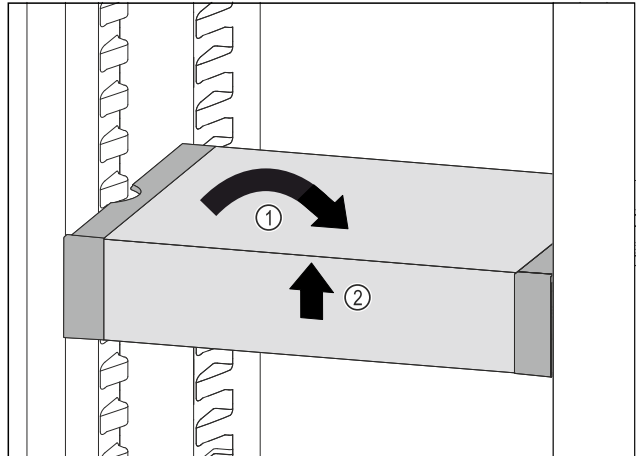

Fig. 174
- Remettre le VarioSafe droit. Fig. 174 (1)
- Soulever la partie avant du VarioSafe. Fig. 174 (2)